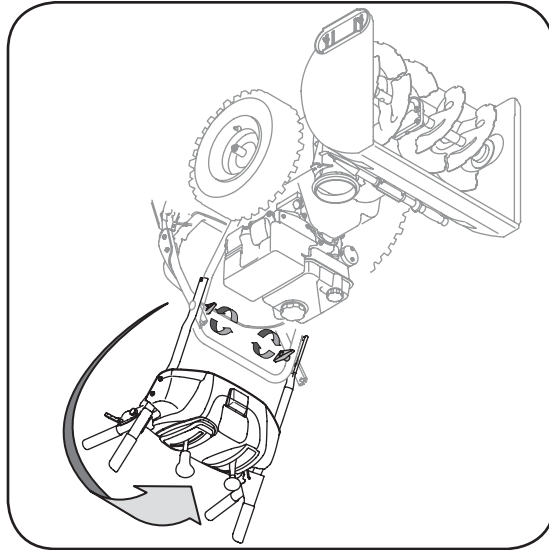

Figure 3-1
- 3-1. Alignez le guidon supérieur comme à la Figure 3-1. a. Redressez le guidon supérieur avec le guidon inférieur.